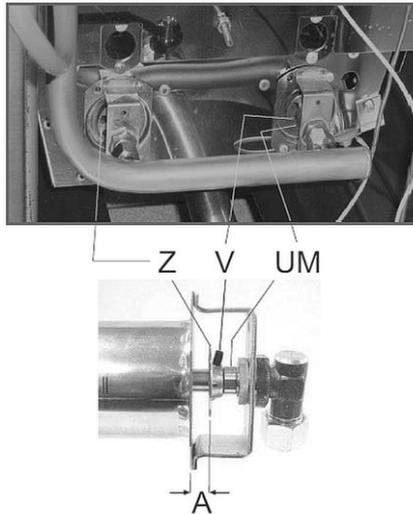

Fig. 3
4. Desserrer la vis V (fig. 3).
5. Enlever la buse du brûleur principal UM (fig. 3) et la remplacer par la buse correspondante au nouveau type de gaz (fournie avec l'appareil). Suivre les consignes du tableau 2.
6. Visser de nouveau la buse du brûleur principal (UM)
7. Le régulateur d'air Z (fig. 3) doit être réglé sur la distance A indiquée dans le tableau 2.